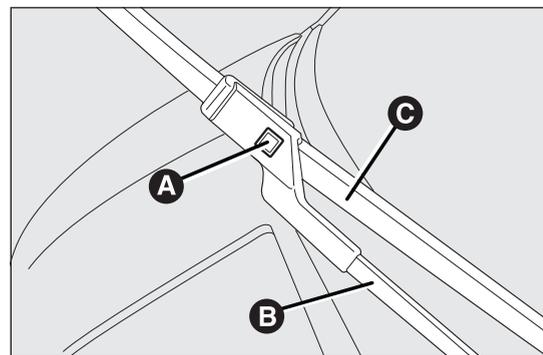

fig. 140
- sollevare il braccio A fig. 140 del tergicristallo e posizionare la spazzola in modo che formi un angolo di 90° con il braccio stesso;
- premere il pulsante A ed estrarre dal braccio B fig. 140 la spazzola C fig. 140;